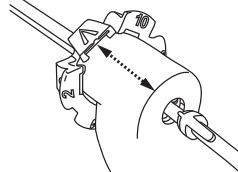

Figure 2 – Alignement de l'applicateur dans la sonde
3. Insérer l'applicateur dans le dispositif de biopsie. Faire progresser l'applicateur pour aligner la touche d'indication jaune (C) avec la flèche blanche située sur la molette de la sonde de biopsie. Se reporter à la Figure 2.
4. Installer complètement l'applicateur dans la sonde de biopsie. Vérifier que l'obturateur d'application est correctement aligné avec la chambre de biopsie en veillant à aligner correctement la touche d'indication jaune (C) et la flèche blanche située sur la molette de la sonde de biopsie (Figure 2).
5. Déployer immédiatement tous les culots en faisant avancer le piston (A).